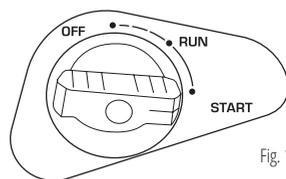

Fig. 10
4. Déplacez la poignée de registre d'air à la position OFF (Fig. 10), pour les modèles à essence/gaz - déplacez le commutateur de carburant en position OFF / fermez la vanne d'alimentation en gaz).